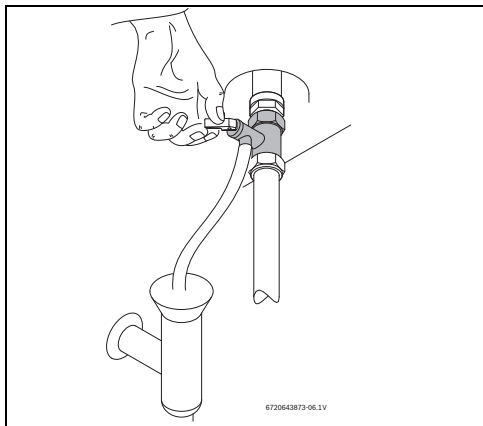

Fig. 10 Apertura manual de la válvula de seguridad
- ▶ Abrir la válvula de seguridad (Fig. 10).
- Abrir manualmente la válvula de seguridad al menos una vez al mes (Fig. 10).